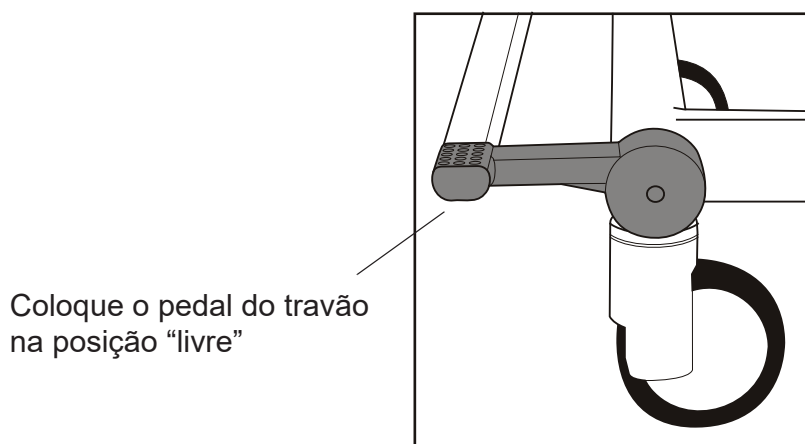

Fig. 6 - Posição livre
2. Verifique se os travões estão desbloqueados e se o pedal do travão está na posição “livre”. **(Veja a Fig. 6)**